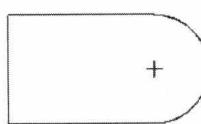

图 1-1-7 拐角修剪
② 拐角。单击“删除段”按钮 + 旁边的黑色小三角，在展开的子工具栏中单击 + 按钮，选取要形成拐角的两图元即可自动修剪或延伸两条线段，示例如图 1-1-7 所示。